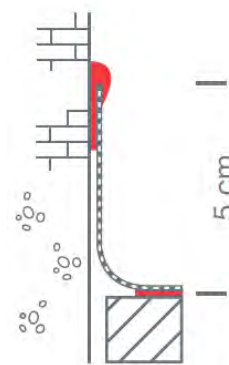

Figure 1 - Collage au moyen de Giscofix EPDM-SEAL
- au moyen de Giscofix EPDM-SEAL (figure 1) :